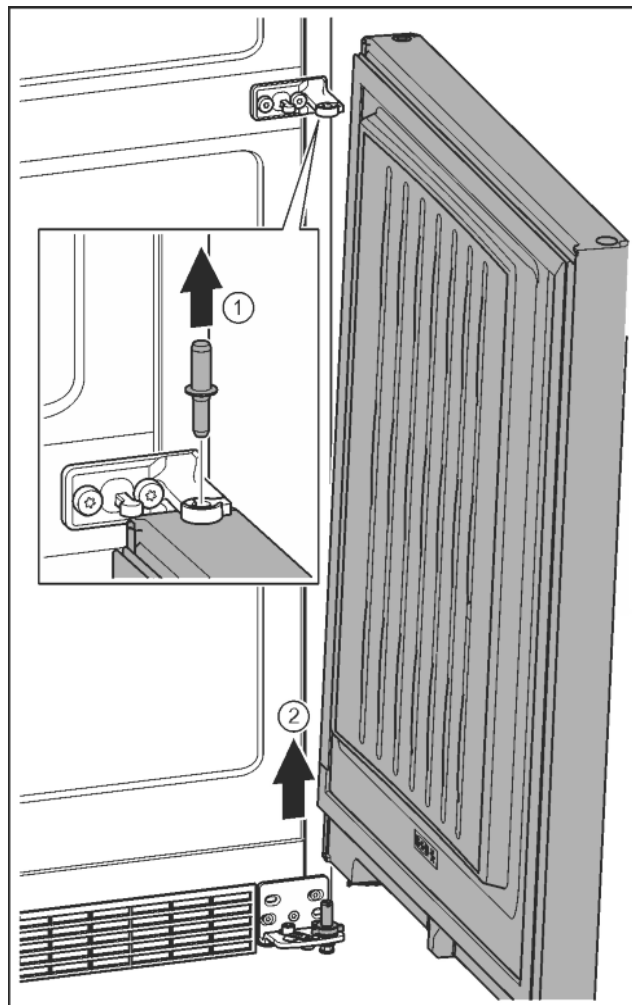

Fig. 12
- ▶ Витягніть гвинт догори. Fig. 12 (1)
- ▶ Відкрийте дверцята, зніміть рухом вгору та відкладіть убік. Fig. 12 (2)